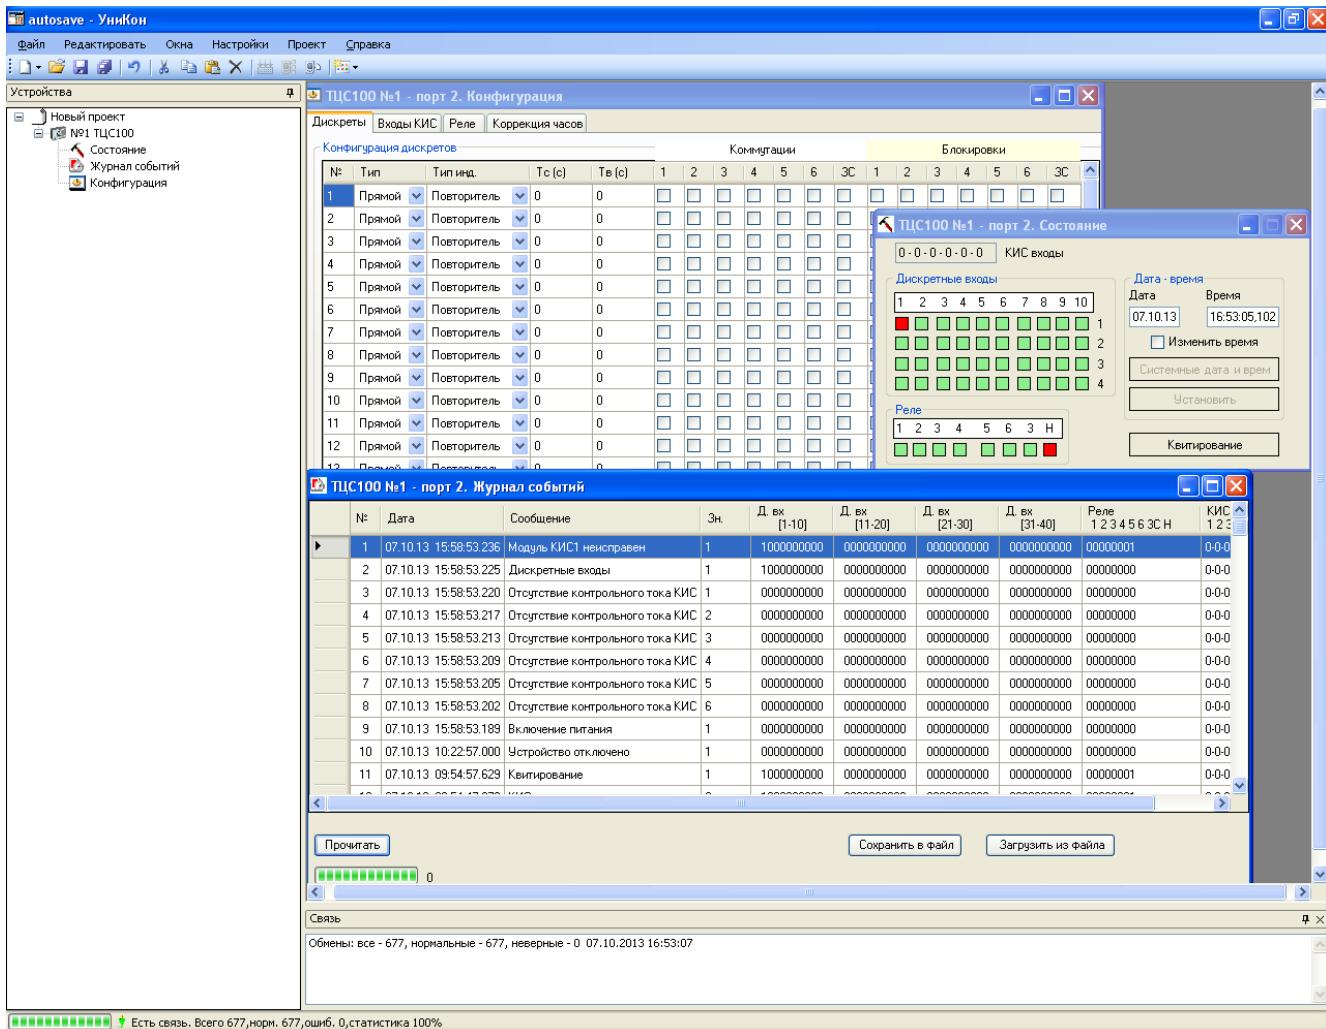
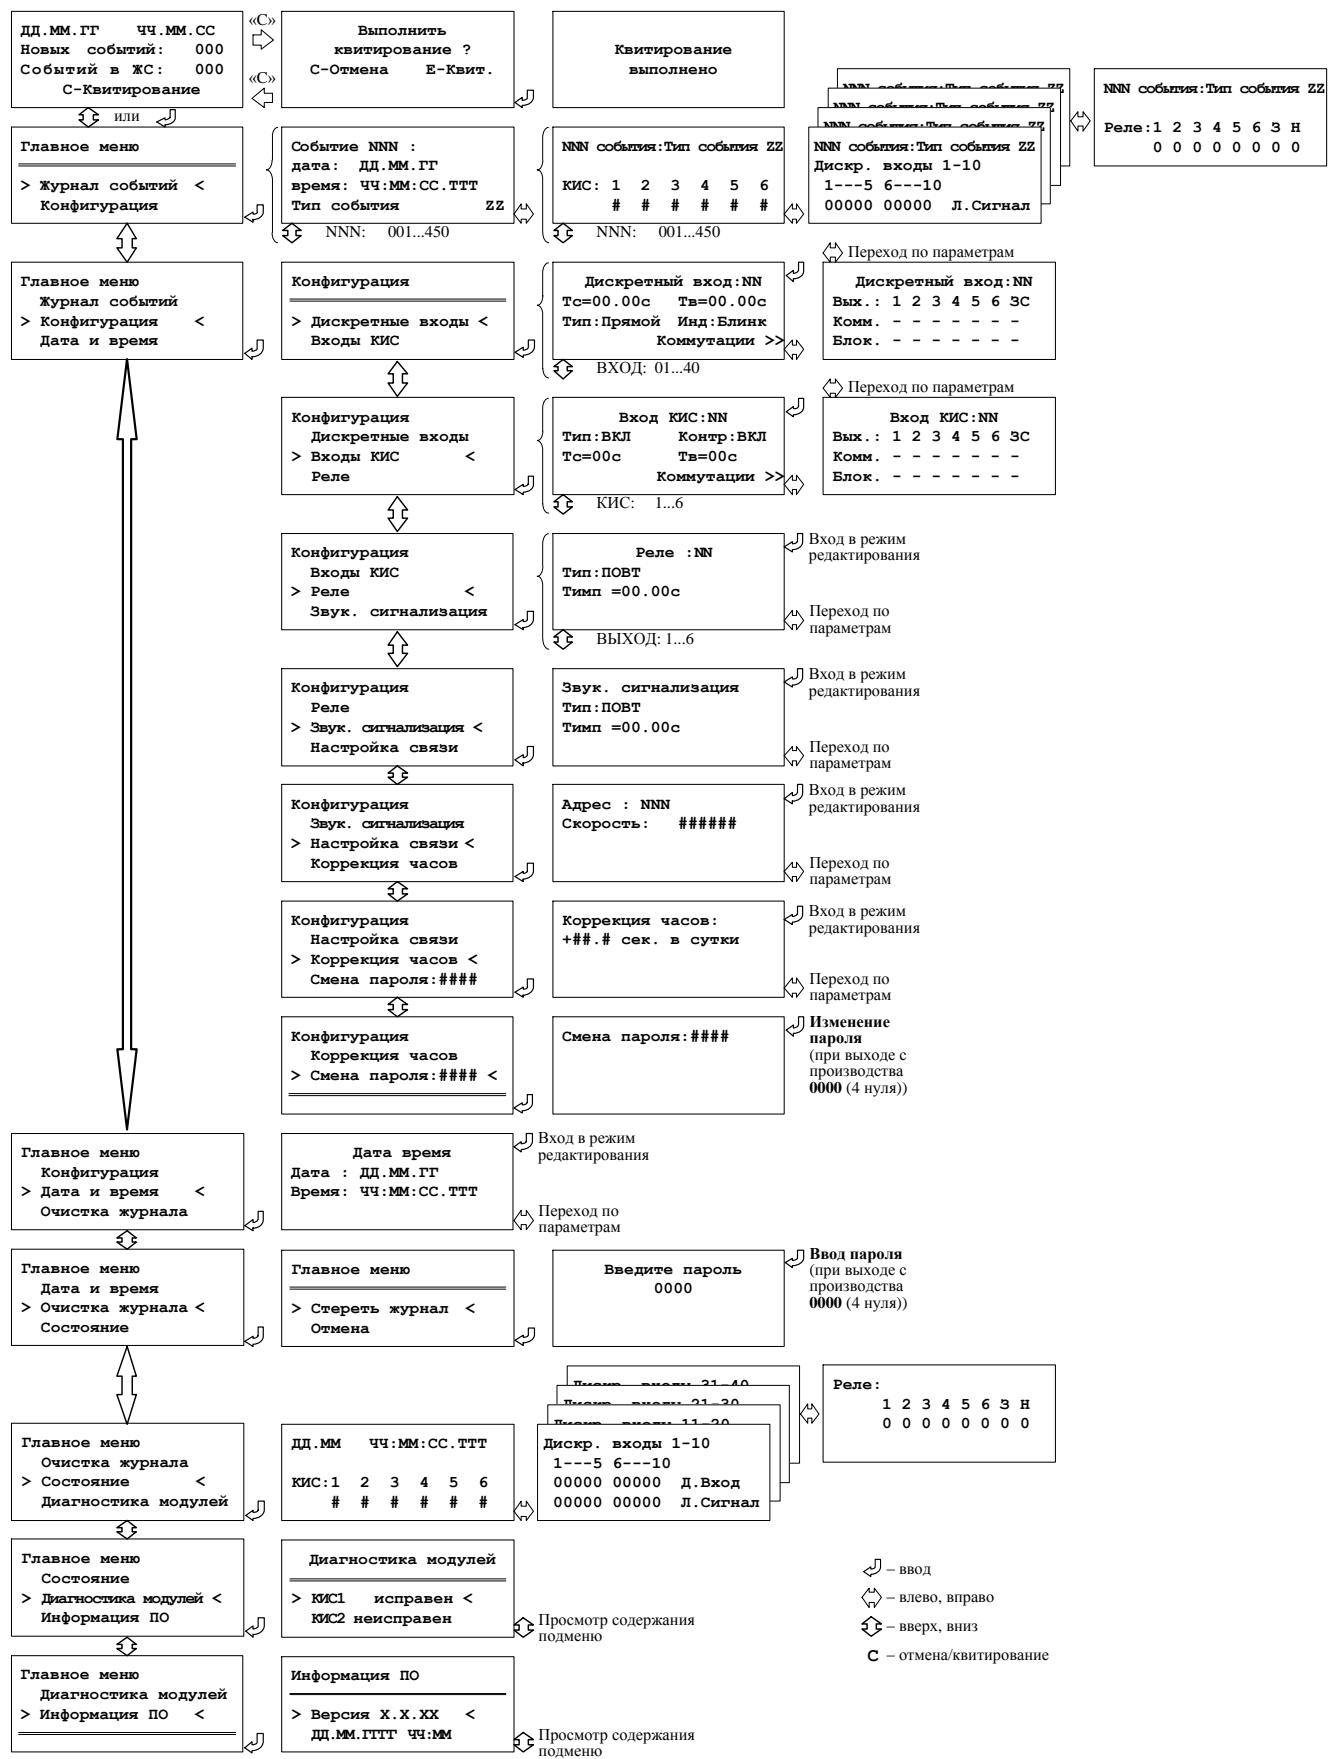

Рисунок 1.3 – Программный комплекс «УниКон»
Рисунок 1.4 – Структура меню
1.4.1.2 Конфигурация ТЦС, просмотр журнала событий и текущего состояния системы осуществляется с помощью программного комплекса «УниКон» (рисунок 1.3) или непосредственно с пульта ТЦС (рисунок 1.4).
1.4.2.1 На передней панели ТЦС расположены ЖКИ, позволяющие отображать 4 строки по 20 символов. Вся информация, выводимая на ЖКИ, делится на кадры (рисунок 1.4).
1.4.3.1 ТЦС обеспечивает регистрацию до 450 последовательных событий в «Журнале событий» с фиксацией времени, даты и текстового сообщения о событии (рисунок 1.3).
1.4.3.3 Для просмотра записей в «Журнале событий» с пульта ТЦС необходимо выбрать соответствующую позицию в «Главном меню» (рисунок 1.4) и войти в нее, нажав кнопку «ВВОД».
1.4.4.1 Для просмотра и изменения конфигурации ТЦС с помощью пульта выбирается соответствующая позиция в «Главном меню» (рисунок 1.4).
1.4.5.3 Настройка дискретных входов осуществляется в подменю «Дискретные входы» (рисунок 1.4), где для каждого из входов задается: